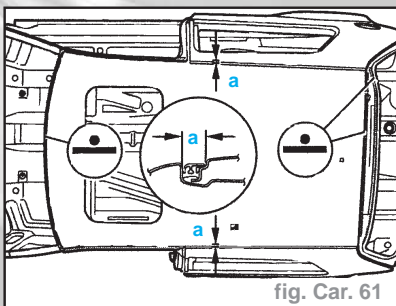

fig. Car. 61
**Attention :** Contrôler l'ajustage avec le pare-brise et la glace arrière. Il est impératif de respecter la cote **a = 13,2 ± 0,6 mm** pour la moulure décorative de pavillon (fig. Car. 61).
- Souder le pavillon à la pointeuse électrique (fig. Car. 61)